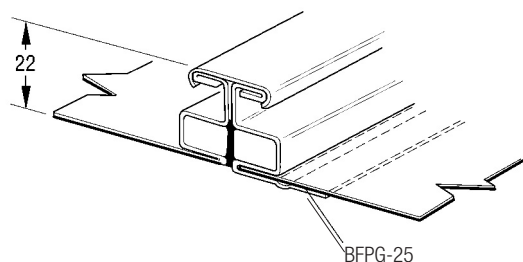

Fig. 1. PG-skarv, packning på skarvens båda sidor.
- Justera alla eventuella skador som har uppkommit under transport, lagring och hantering på arbetsplatsen, om de är av sådant slag att de kan påverka kanalsystemets täthet. Justeringen kan t.ex. innebära riktning av PG-fläns alternativt planfläns eller utbyte av skadade packningar BFPG-46 (ljusgrå). Se fig. 1.